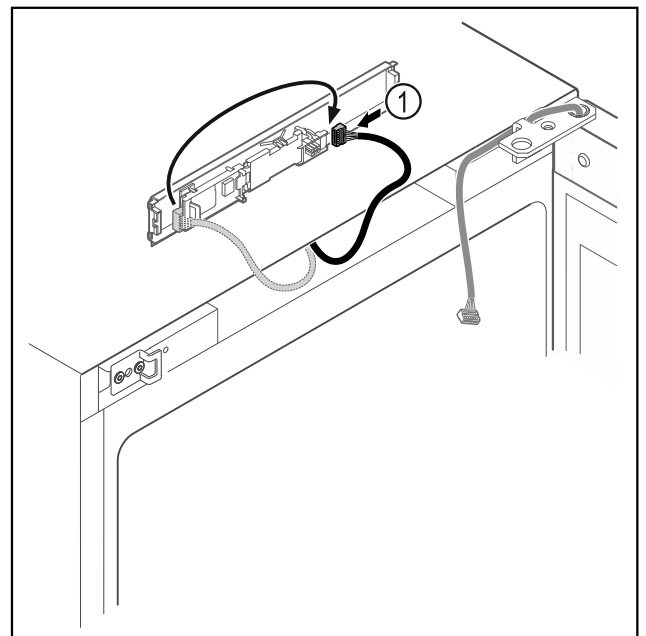

Fig. 19
- ▶ Enchufar el conector Fig. 19 (1) en otra posición en la platina.